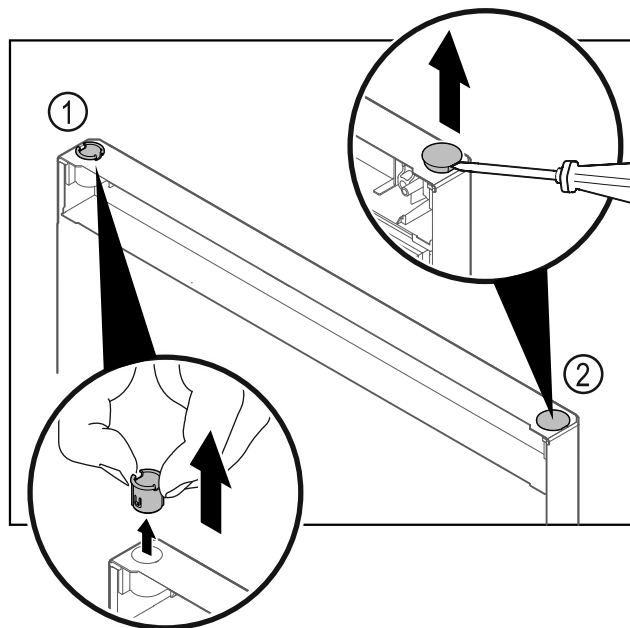

Fig. 28
- ▶ Пальцами вытяните шарнирную втулку Fig. 28 (1).
- ▶ Шлицевой отверткой осторожно подцепите и извлеките заглушку Fig. 28 (2).